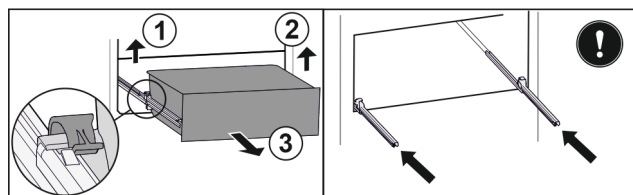

Fig. 43
- Приподнимите левый зажим и одновременно вытяните движением вперед выдвижной ящик слева. Fig. 43 (1)
- Приподнимите правый зажим и одновременно вытяните движением вперед выдвижной ящик справа. Fig. 43 (2)
- Извлеките выдвижной ящик движением вперед. Fig. 43 (3)